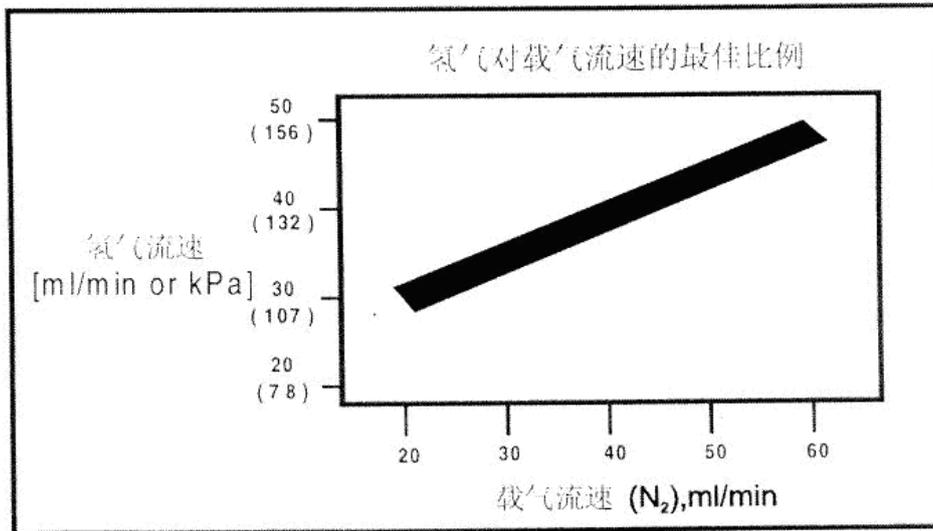

图4-9 氢气对载气流速的最佳比例图
- 3) FID灵敏度取决于 H_2 对载气流速之比 (或对毛细管柱载气+尾吹气), 有一操作的最佳比例。一般情况, 感兴趣的样品组分浓度高时, 增加空气流速可能是必要的; 如果感兴趣的组分浓度低时, 可以减少空气流速。图4-9表示氢气对载气流速的最佳比例。